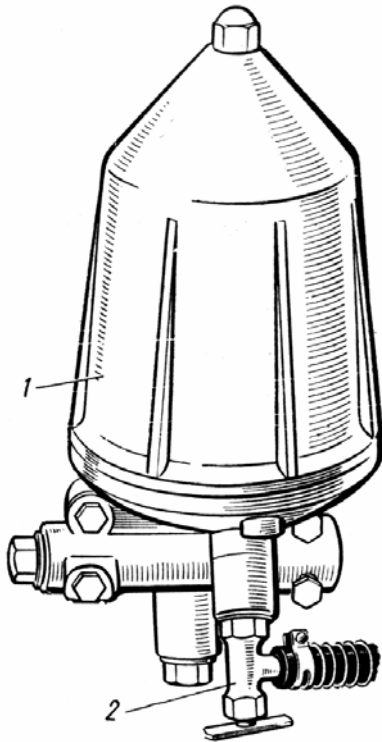

Рис. 2.29. Фильтр с краном
5. Масляный радиатор трубчато-пластинчатый, двухрядный, воздушного охлаждения. При температуре выше 0°C , а также при работе автомобиля в тяжелых дорожных условиях, необходимо включать масляный радиатор, открывая кран (рис. 2.29), находящийся на корпусе фильтра центробежной очистки масла. Масляный радиатор следует отключать от системы смазки при пуске холодного двигателя в условиях низкой температуры окружающего воздуха. Необходимо также отключать масляный радиатор при эксплуатации автомобиля зимой.